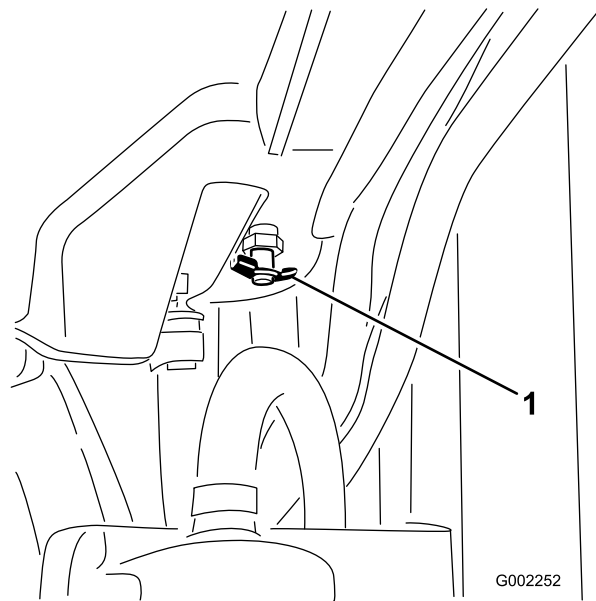

Figure 82
- Ouvrez le robinet de vidange et vidangez le liquide de refroidissement dans le bac (Figure 82).
- Fermez le robinet de vidange (Figure 82).